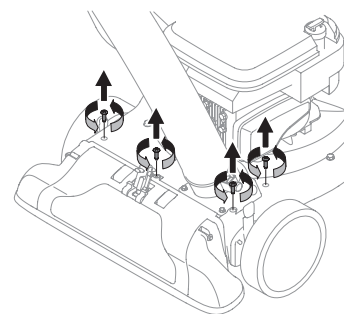

Figure 22
- Enlevez les quatre vis qui retiennent le couvercle de la buse au boîtier supérieur. Voir Figure 22.